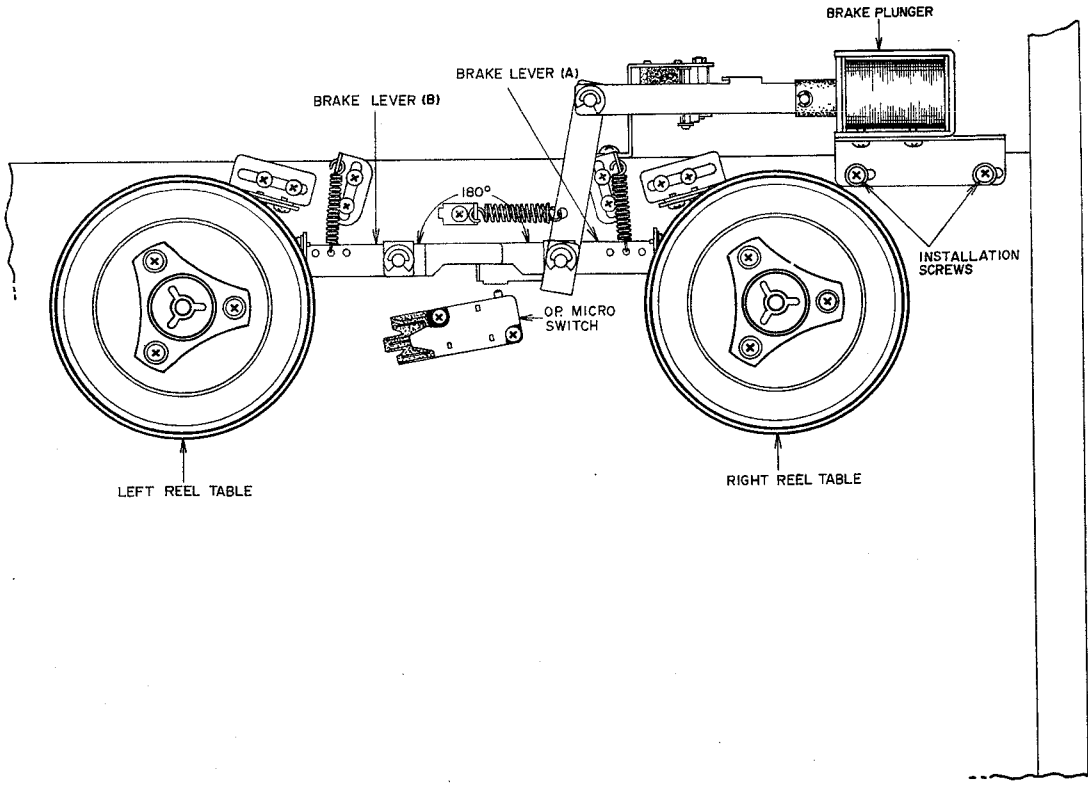

Fig. 15
**6. BRAKE PLUNGER INSTALLATION POSITION ADJUSTMENT** (Refer to Fig. 15)